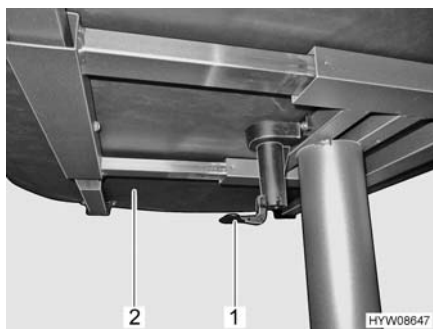

Fig. 59 Leva per spostare il piano del tavolo
- Tirare o spingere la leva (Fig. 59,1) verso il basso.
- Spingere il piano del tavolo (Fig. 59,2) nella posizione desiderata.